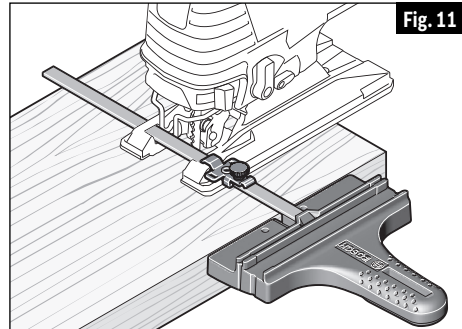

Fig. 11
1. La surface du guide longitudinal doit être positionnée LE LONG de l'ouvrage (Fig. 11).
3. Serrez fermement le(s) bouton(s) de verrouillage sur la ou les bride(s) de fixation (Fig. 11).